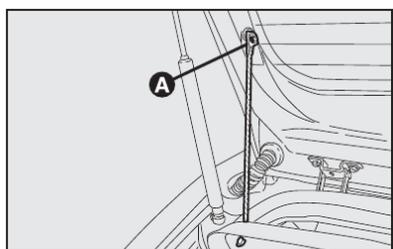

fig. 110
1) Soltar as extremidades superiores **A-fig. 110** dos dois tirantes, desprendendo as argolas dos pinos.